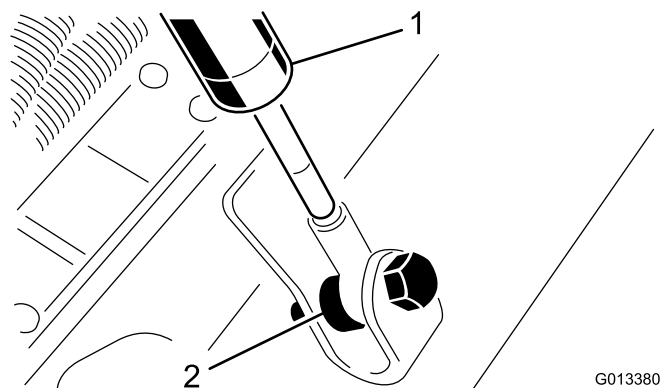

Figura 6
7. Rimuovete i bulloni, i distanziali e i dadi flangiati che fissano l'altra estremità degli smorzatori all'apparato di taglio (Figura 6).